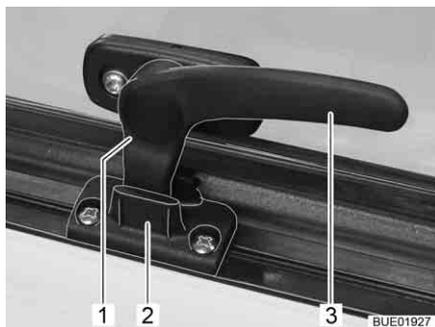

Bild 13 Låsarm i läget "kontinuerlig vädring"
- I läget "kontinuerlig vädring" (Bild 13)
- Sväng låsarmen (Bild 13,3) ett kvarts varv mot fönstrets mitt.
- Sväng låsarmen ett kvarts varv mot fönsterkarmen. Därvid måste låsspaken (Bild 13,1) föras in i spåret på fönsterlåset (Bild 13,2).